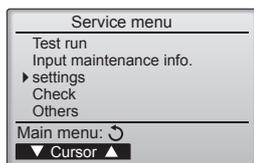

Fig. 6-2
### 6.2. Télécommande (Fig. 6-2)
- ① (Fig. 6-2)